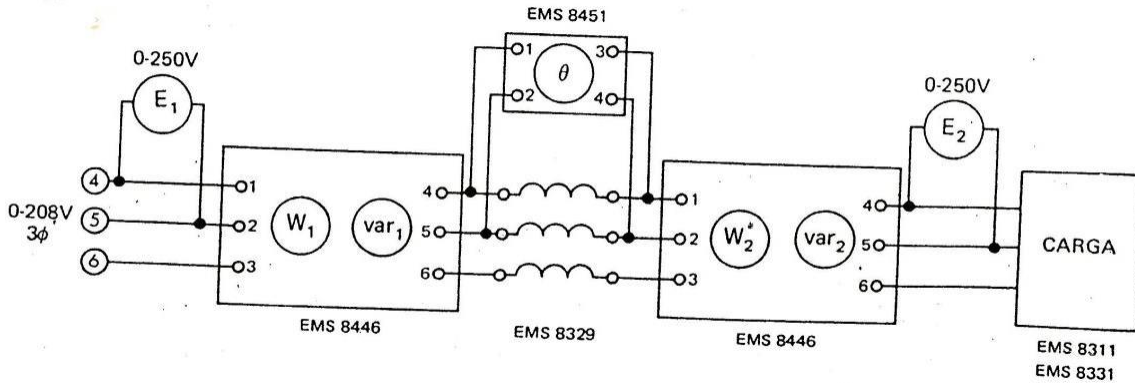

Figura 1
1. Ajuste la impedancia de la línea de transmisión a 120Ω y conecte los voltímetros y watt-varímetros como se indica en la figura 1. Durante el curso del experimento se modificará la carga. El circuito se debe conectar a la fuente trifásica de voltaje variable.